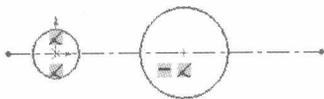

图 1-4 绘制两个圆
Step5 绘制两个圆。单击“草图”工具栏中的“圆”按钮，将光标移动到原点处，当光标变为形状时单击，将原点作为圆心，拖动光标到适当的位置后再次单击，绘制一个以原点为圆心的圆。采用同样的方法，绘制另一个圆，如图 1-4 所示。